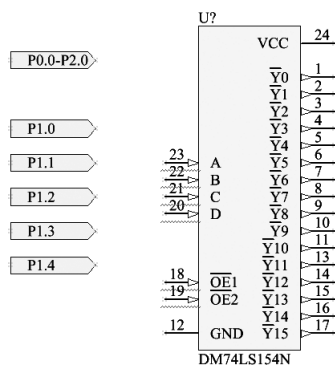

图 15-24 放置元件 DM74LS154N
(1) 放置元件。将 “FSC Logic Decoder Demux. IntLib” 元件库中的 DM74LS154N 放到原理图中，如图 15-24 所示。